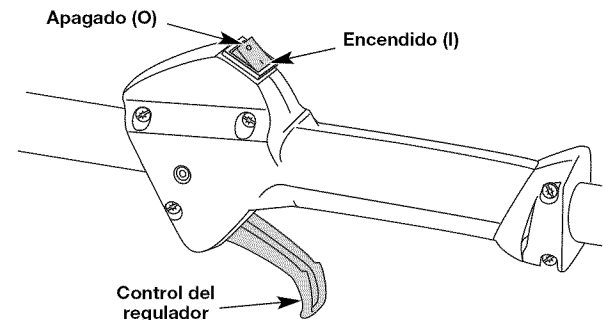

Fig. 8
NOTA: No hay necesidad de encender la unidad. El Control de Parada Arranque y Apagado está en la posición Arranque (I), en todo momento (Fig. 8).
2. Oprima y mantenga oprimido el control de encendido y apagado en la posición de APAGADO (O) hasta que el motor se detenga por completo) (Fig. 8).